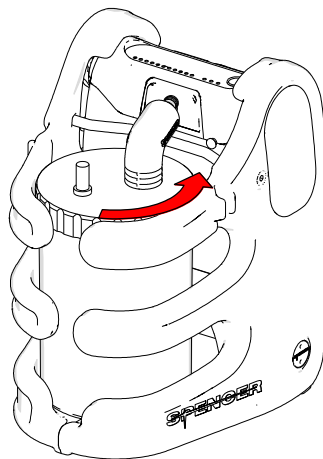

Fig. 10
6. Collegare il gruppo filtro /vaso all'aspiratore facendo ruotare il vaso e il gruppo filtro per facilitare l'inserimento (fig.10 e 11).